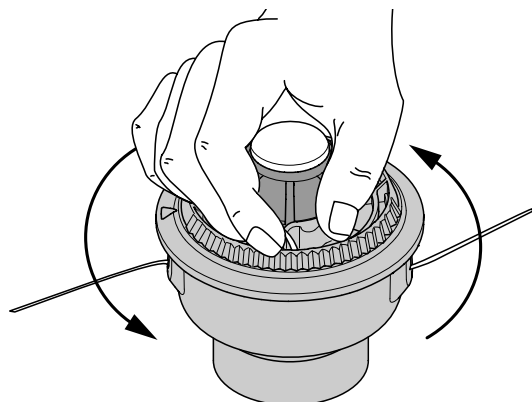

Fig. 12
- Sostenga la bobina exterior. Bobine el carrete interior en sentido antihorario hasta que queden alrededor de cuatro (4) pulgadas (102 mm.) de línea (Fig. 12).